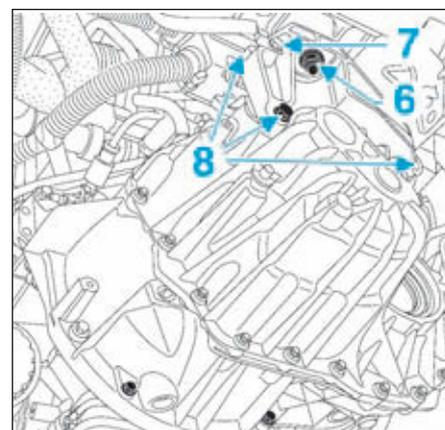

FIG.6
- Déposer l'écrou de fixation (6) du support pendulaire (Fig.6).
- Faire descendre le moteur, puis débrancher le câble de masse (7).
- Déposer les vis de fixation (8), puis le support pendulaire.